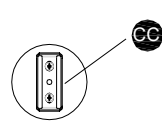

Fig. 2
2. Centre la abrazadera de montaje **CC** verticalmente en el contorno de los postes del aro para toalla **A**. Marque la ubicación de los tornillos de montaje **AA**. Taladre los orificios en la pared con una broca de 1/4" (Fig. 2).